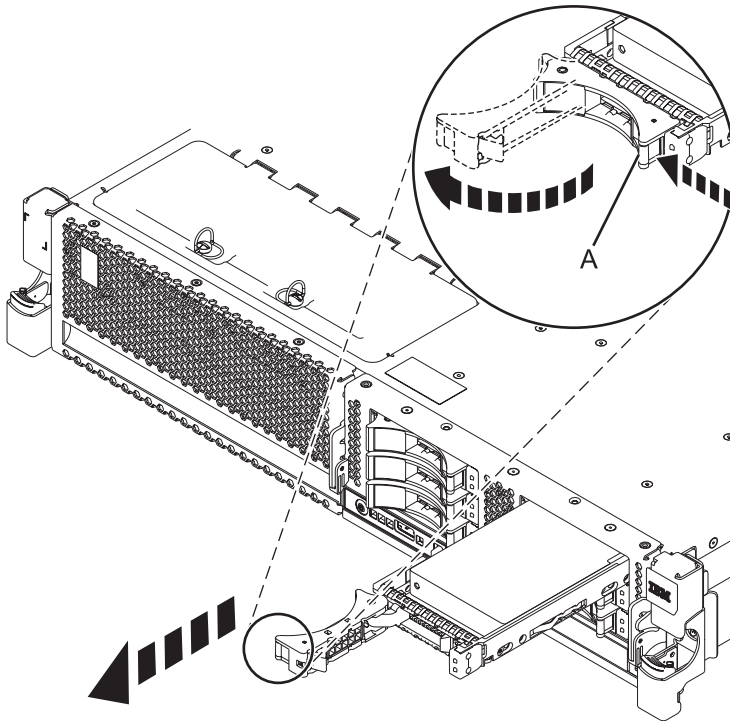

Figura 3. Extraer la unidad de disco de la placa posterior
- 2) Coloque una mano debajo de la unidad de disco y, con cuidado, saque del sistema la unidad tal como se muestra en la Figura 3.